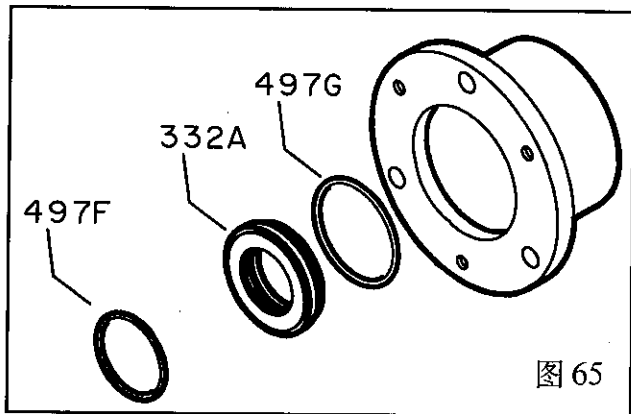

图 65
7. 从轴承座(134) 中拆卸外侧迷宫油封 (332A)。如有必要取出 O 型圈(497F)、(497G)。(图 65)